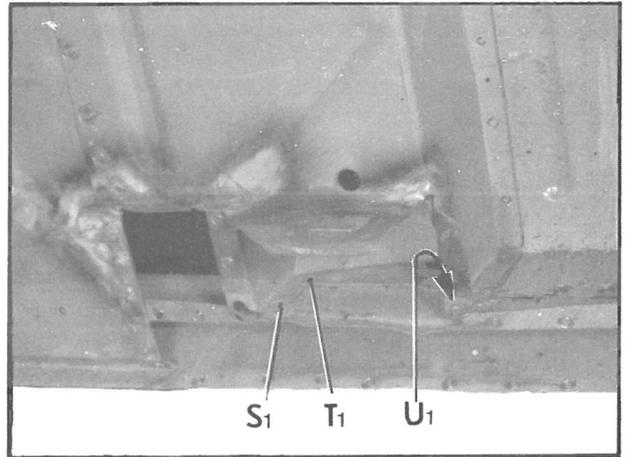

Fig. 7
- en S₁ T₁ (fig. 7)
- en T₁ U₁ (fig. 7)